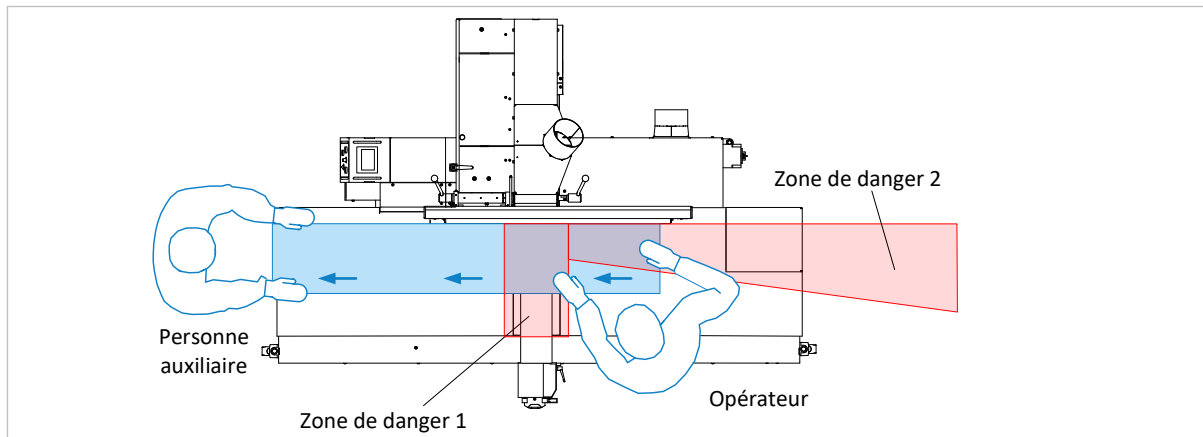

Figure 2 : zones de danger lors du dégauchissage
- Lors du dégauchissage, l'opérateur de la machine doit généralement se tenir devant la table de dégauchissage, à droite de l'arbre porte-lames resp. du dispositif de protection du rabot. Il est interdit de pénétrer dans la zone dangereuse 2 indiquée sur la ⇒ Figure 2 lorsque l'arbre porte-lames est en marche.